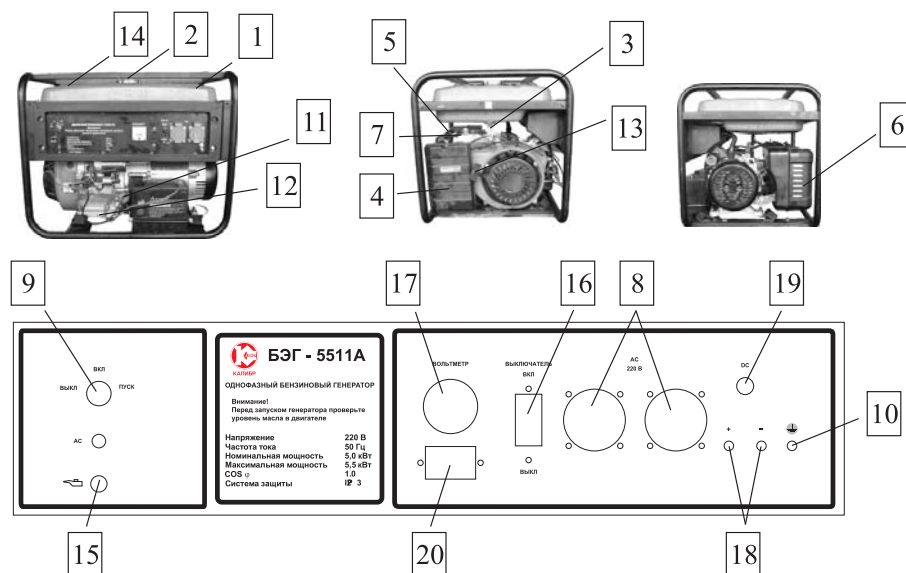

рис. 1
Общий вид генератора схематично представлен на рис. 1
6.2.1 Вывинтить щуп **11** (рис. 1) и залить в картер масло соответствующего типа до нижнего края горловины. Вставить сухой чистый щуп в горловину картера и вынуть его. Проверить уровень масла: граница смоченной области щупа должна располагаться между отметками минимального и максимального уровней.
6.3 Заземление корпуса генератора. При установке генератора следует подключить к резьбовой клемме **10** (рис. 1) проводник заземляющего устройства, удовлетворяющего требованиям раздела “Обеспечение требований безопасности”.
6.5.1 Отключить всех потребителей переменного тока генератора, переведя автоматический выключатель **16** (рис. 1) в отключённое положение, отсоединить потребителей постоянного тока от розетки **18** (рис. 1).
6.5.2 Открыть топливный кран **3** (рис. 1).
6.5.3 Перевести рычаг управления воздушной заслонкой **7** (рис. 1) в крайнее левой положение при пуске холодного двигателя и в промежуточное при пуске прогретого двигателя.
6.5.4 Установить ключ замка зажигания **9** (рис. 1) в положение “выкл”.
6.5.5 Плавно вытянуть до упора трос ручного стартера за ручку **13** (рис. 1) и вернуть в исходное положение.
6.5.6 Установить ключ замка зажигания **9** (рис. 1) в положение “вкл”.